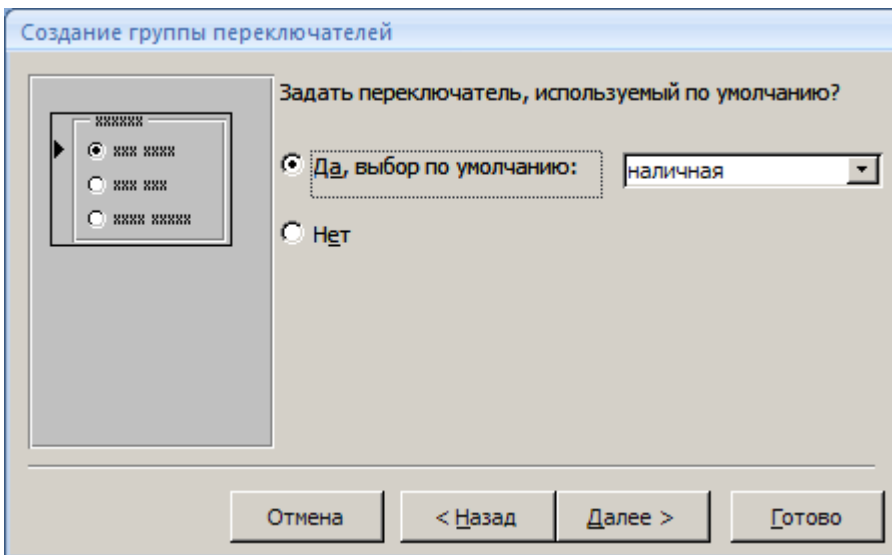

Рис.11. Создание переключателей в форме
13. В следующем окне диалога вам будет предложено установить числовые значения, которые будут сохранять в поле ФОРМА_ОПЛАТЫ в таблице ЗАКАЗ. Предположим, что наличная форма оплаты – это число 1, безналичная – число 0 (рис.11).